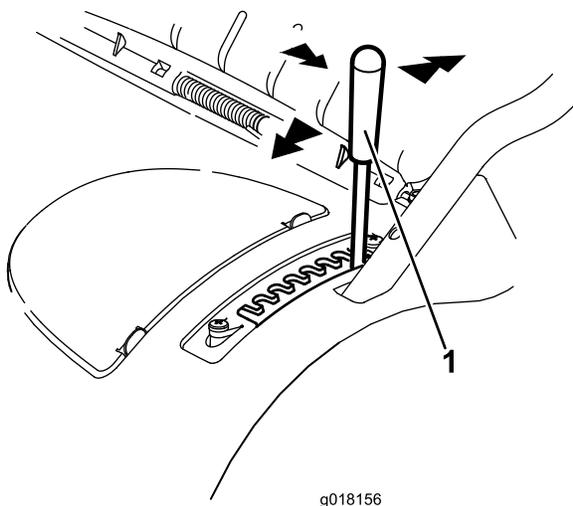

Bild 11
- Lassen Sie den Hebel in der gewünschten Stellung los und stellen Sie sicher, dass er in einer der sieben Einstellkerben eingerastet ist (Bild 11).
- Fassen Sie den Hebel an und ziehen ihn seitlich, um ihn aus der Arretierungskerbe zu lösen (Bild 11).
- Drücken Sie ihn zum Verringern der Schnitthöhe nach vorne oder ziehen ihn zum Anheben der Schnitthöhe nach hinten (Bild 11).